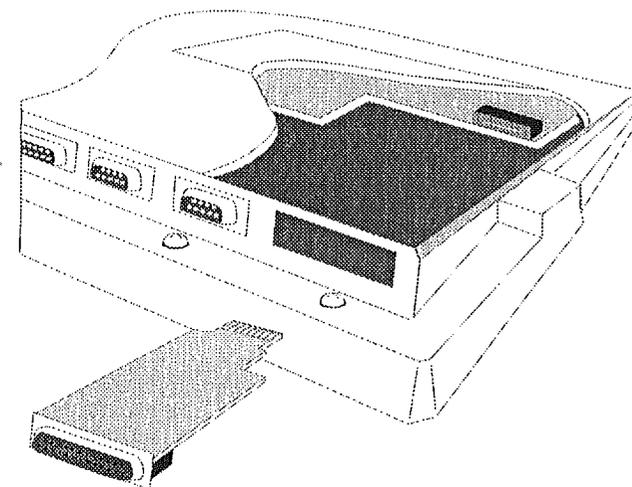

Figure 2.2 - Insertion de la carte A1230 SCSI
3. Insérez la carte A1230 SCSI dans l'ouverture du port d'extension, les composants de cette carte étant dirigés vers le bas (voir figure 2.2).